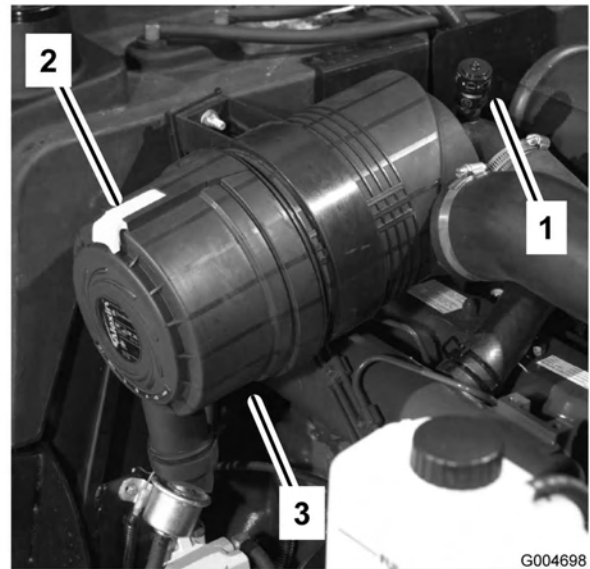

Bild 47
Warten Sie die Luftfilter, wenn die Luftfilteranzeige rot anzeigt (Bild 47) oder nach jeweils 400 Betriebsstufen (häufiger in sehr staubigen oder schmutzigen Bedingungen). Warten Sie den Luftfilter nicht zu häufig.
1. Ziehen Sie den Riegel nach außen und drehen Sie die Luftfilterabdeckung nach links. Nehmen Sie die Abdeckung vom Körper ab (Bild 47). Reinigen Sie die Innenseite der Luftfilterabdeckung.
6. Stellen Sie die Anzeige (Bild 47) zurück, wenn sie auf Rot steht.